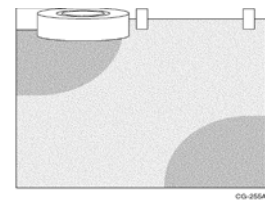

Bild 4
1. Die Folie wird mittels Scotch™ Masking Tape Streifen (5 – 7,5 cm breit) auf dem Untergrund befestigt. Anschließend wird der komplette obere Rand der Folie mit Masking Tape horizontal überlappend abgeklebt (Bild 4).